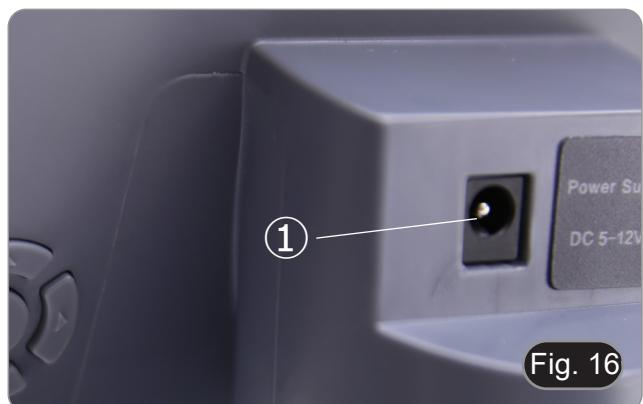

Fig. 16
1. Inserir o adaptador de corrente na tomada eléctrica ① colocada na parte de trás da câmara. (Fig. 16)